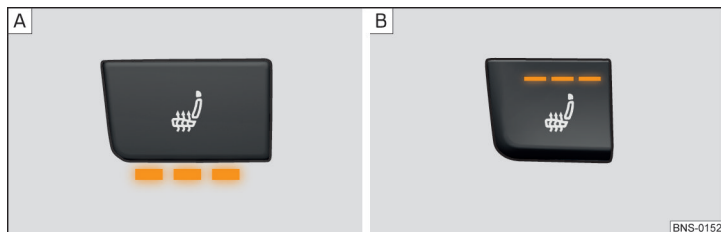

Fig. 104 Encendida la calefacción de los asientos con máxima potencia de calefacción: asientos delanteros / asientos traseros
- Para **encender** la calefacción con la máxima potencia de calefacción » fig. 104, presionar la tecla o .